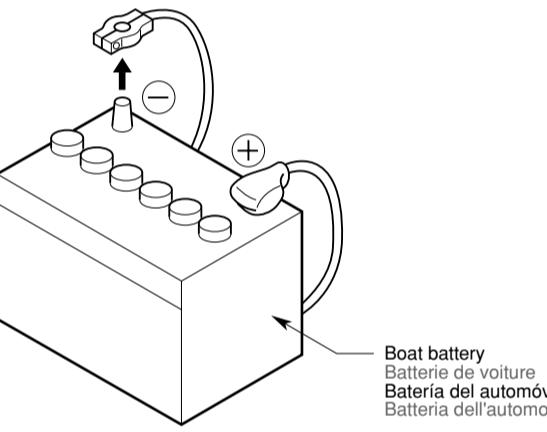

Figure 1 / Figure 1 / Figura 1 / Figura 1
3. Be sure to disconnect the battery's “-” terminal before beginning the installation. This is to prevent short-circuiting. (Figure 1)
3. Raccordez bien la borne “-” de la batterie avant de procéder à l'installation. Ceci a pour but d'éviter les courts-circuits. (Figure 1)